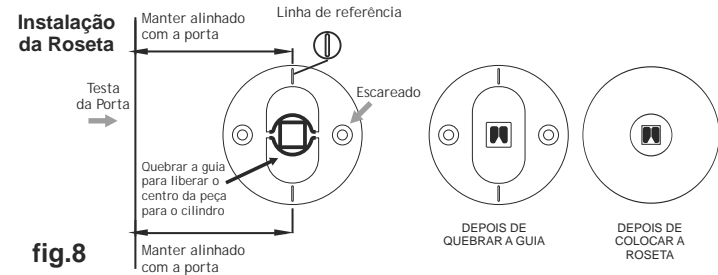

fig.8
- Encaixe o acessório plástico para fixação da roseta da maçaneta e alinhe-o utilizando os calços da maçaneta assim como a linha de referência até a face da porta. Marque as 2 (duas) furações do acessório plástico na porta e parafuse-o. Repita a operação do outro lado da porta. Retire os calços da maçaneta e quebre os guias de entrada dos calços da maçaneta dos dois lados dos acessórios plásticos, girando-os suavemente com os dedos. Este procedimento garantirá o perfeito alinhamento das rosetas (fig. 8). Finalmente, pressione levemente a roseta sobre o acessório plástico.